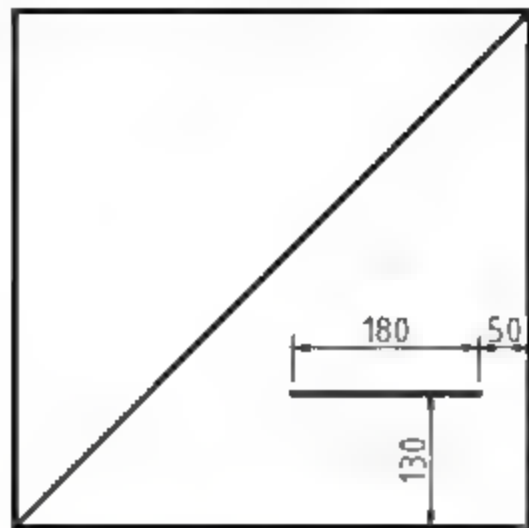

图3-109 绘制直线
**02** 调用L【直线】命令,结合【对象捕捉】功能,绘制直线,尺寸如图3-109所示。